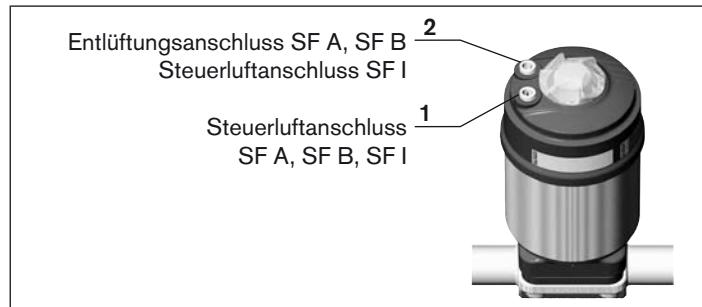

Bild 32: Pneumatischer Anschluss
- Steuermedium an Steuerluftanschluss **1** des Antriebs anschließen (siehe „*Bild 32: Pneumatischer Anschluss*“).
- Schalldämpfer in den freien Entlüftungsanschluss **2** stecken (siehe „*Bild 32: Pneumatischer Anschluss*“).
- Steuermedium an Steuerluftanschluss **1** und **2** des Antriebs anschließen (siehe „*Bild 32: Pneumatischer Anschluss*“).